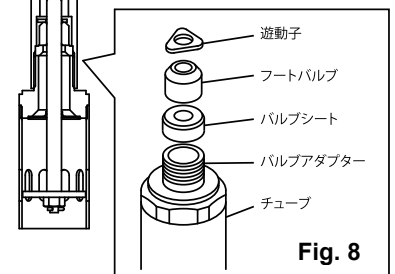

Fig. 8
- 7) 下ポンプのシリンダー部分をバイスに固定し、バルブアダプターにスパナを掛けてねじ戻し外しますと、バルブシート、フートバルブ、遊動子を取り出すことができます。(Fig. 8)